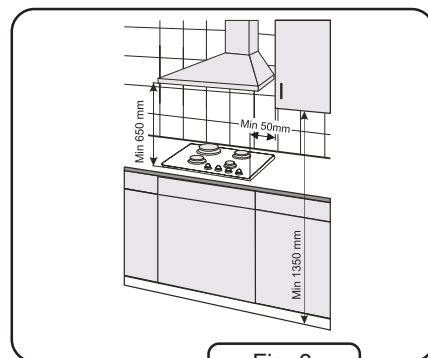

Fig. 3
4. Por encima del aparato debe haber un espacio libre para la evacuación de vapores siendo efectos de cocción. La distancia entre la campana extractora y la placa deberá ser de 650 mm como mínimo (fig. 3).
5. Está prohibido colgar armarios de cocina directamente por encima de la placa. La distancia mínima entre los bordes laterales de la placa y los bordes laterales de los armarios de cocina será de 50 mm como mínimo (fig. 3).